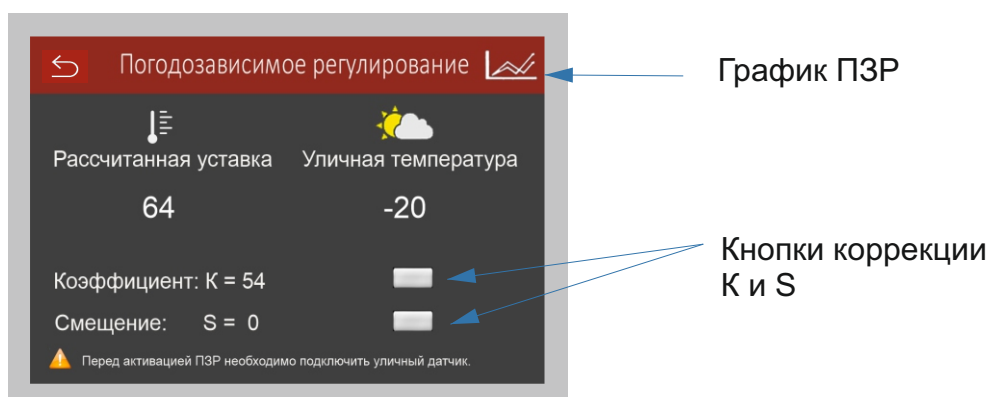

Рис.11
6.3.2 После активации функции, температура теплоносителя будет пересчитываться в зависимости с выбранными коэффициентами "K" и "S" кривой графика погодозависимого регулирования см. рис.11, рис.12.